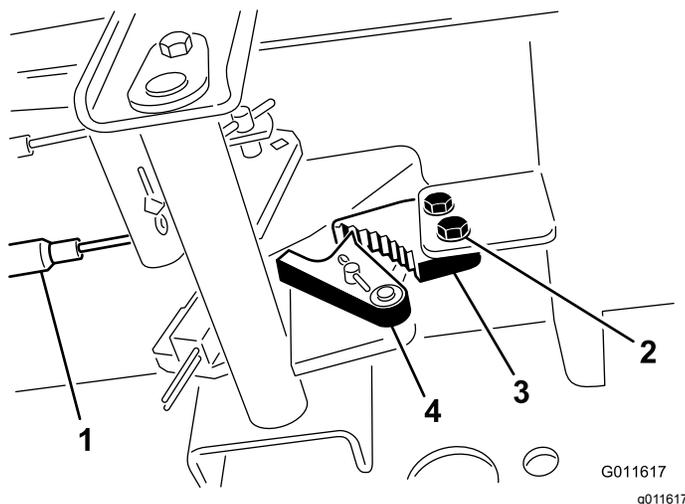

Рисунок 96
1. Ослабьте два винта крепления защелки стояночного тормоза к раме (Рисунок 96).
2. Нажимайте педаль тормоза вперед, пока углубление тормоза не войдет полностью в зацепление с защелкой тормоза (Рисунок 96).